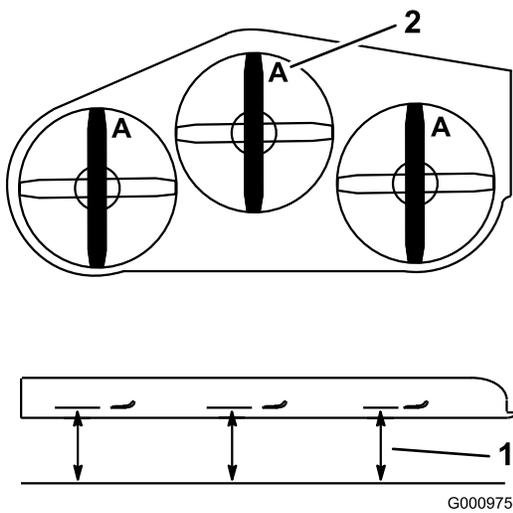
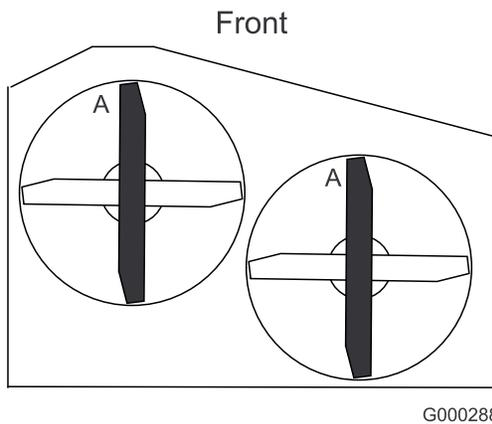

Figura 63
Figura 64
3. Gire las cuchillas hasta que los extremos estén orientados hacia adelante y hacia atrás. Mida desde una superficie nivelada hasta el filo de corte, posición **A**, de las cuchillas (Figura 63). Anote esta dimensión. Para carcasas de corte de 36 pulgadas, consulte la Figura 64.